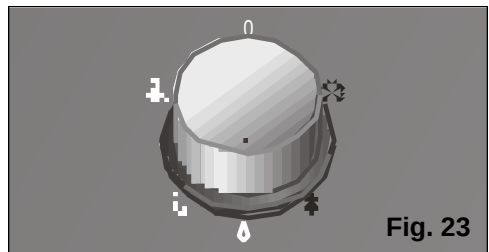

Fig. 23
- ☐ Kies de ontvochtigingsfunctie  op de functie keuzeschakelaar, Fig. 23.